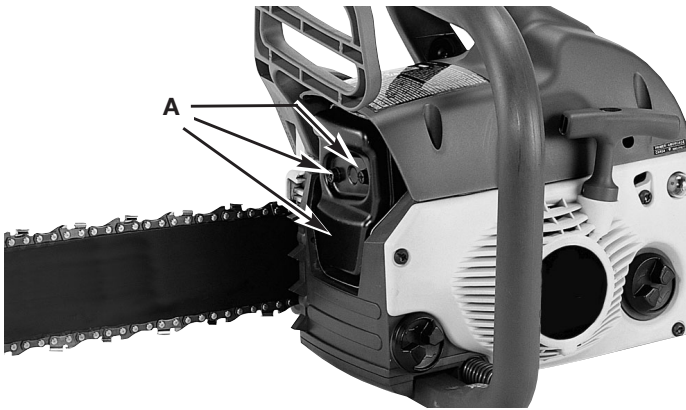

Fig. 28
1. Retire los 3 pernos (A) y jale el silenciador del escape hacia afuera (Fig. 28).